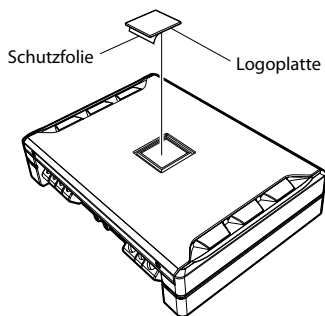

Abb. 4
2. Ziehen Sie die Schutzfolie von der Logoplatte ab und bringen Sie diese dann in der gewünschten Ausrichtung am Gerät an. (Abb. 4)